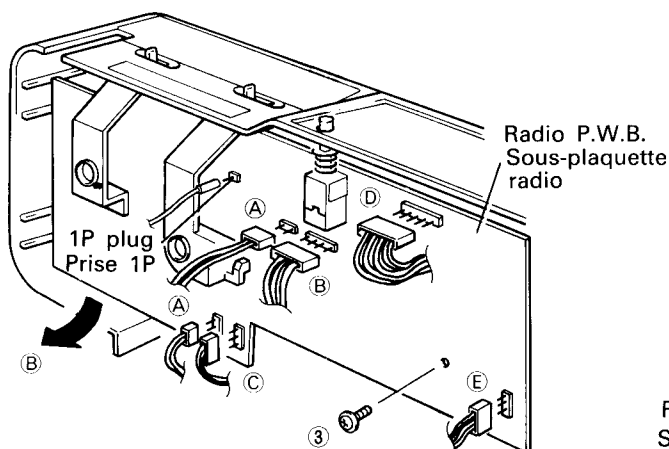

Fig. 2
2. Radio P.W.B. (Fig. 2)
After removing two screws ④, remove radio P.W.B. connectors ⑤ and ⑥ (Fig. 2) and two tabs. Pull the cassette chassis forward in the direction of arrow ⑦.
Remove three screws ⑩ and remove radio P.W.B. connectors ⑪ and ⑫ (Fig. 2) in the direction of arrow ⑬. (The TRK-640 does not use a PRESET/TIMER P.W.B..)
2. Sous-plaquette radio (Fig. 2)
Après avoir enlevé deux vis ④, enlever les connecteurs (B) et (E) (Fig. 2) de la plaque principale et deux onglets. Dégager le châssis cassette vers l'avant dans la direction de la flèche (C).
Enlever trois vis ⑩ et enlever les connecteurs (C) et (D) (Fig. 2) de la sous-plaquette radio dans la direction de la flèche (E).